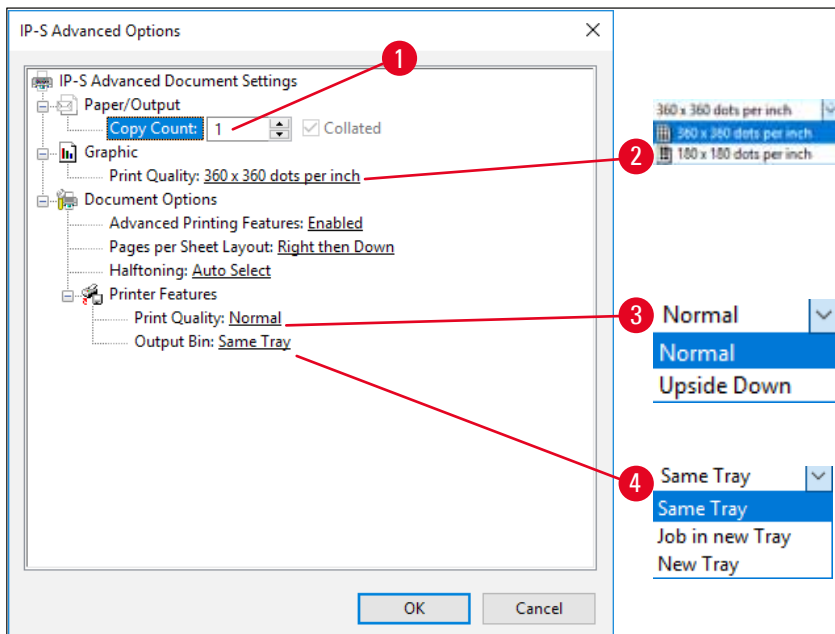

Fig. 43
**Finestra di dialogo Advanced Options (Opzioni avanzate) (→ "Fig. 43")**